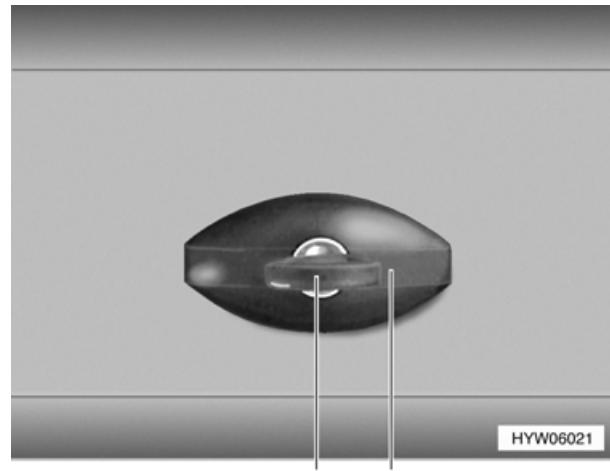

Bild 22 Klappenschloss (Variante 1), verschlossen
- ▷ Bei Regen kann Wasser in das geöffnete Klappenschloss eindringen. Deshalb den Schlossgriff (Bild 22,2) wie auf Bild 22 abgebildet schließen.
- Schlüssel in Schließzylinder (Bild 22,1) stecken und eine viertel Umdrehung entgegen dem Uhrzeigersinn drehen. Schlossgriff (Bild 22,2) schnappt heraus.
- Schlossgriff (Bild 22,2) im Uhrzeigersinn drehen, bis er waagrecht steht. Das Klappenschloss ist jetzt verriegelt, jedoch nicht verschlossen.
- Schlüssel in Schließzylinder (Bild 22,1) stecken.